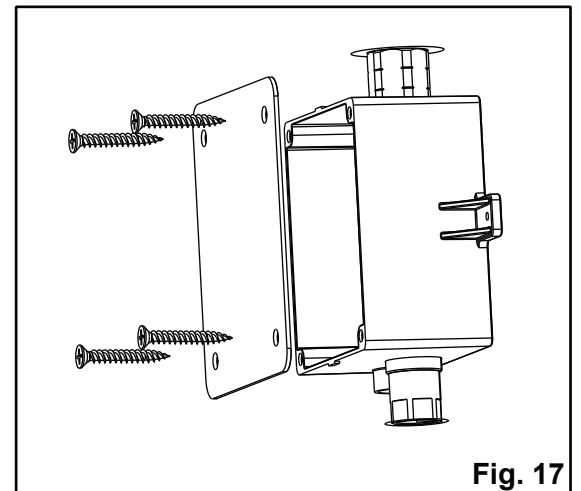

Fig. 17
23. Install mounting box cover using four screws (supplied). See Figure 17.
23. *Installez le couvercle du boîtier d'assemblage à l'aide de quatre vis (fournies). Voir la figure 17.*